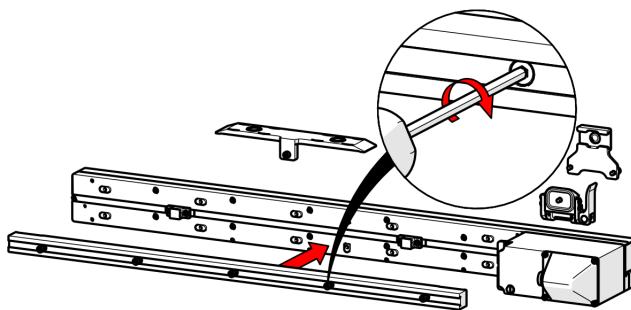

Abbildung 2-54 Anbringen der Montageschiene
12. Befestigen Sie die Montagesschiene des Rasterarms unter den Kabelführungsklemmen. Richten Sie alle Schrauben auf der Montagesschiene aus und ziehen Sie sie fest (siehe Abbildung 2-54 auf Seite 84).